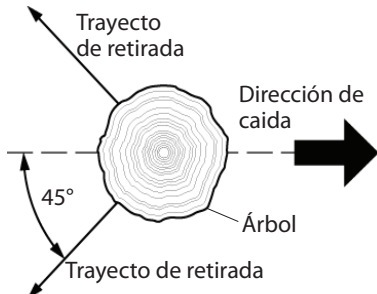

Figura 14 - Trayecto de retirada de un árbol
3. Planee y despeje un trayecto de retirada para el momento de la caída. Éste debe ser en sentido contrario al de la caída del árbol y a un ángulo de 45° (vea la Figura 14, vea página 34).